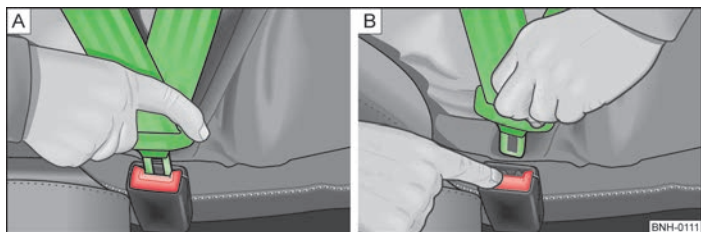

Abb. 79 Sicherheitsgurt anlegen / ablegen
- Die Schlosszunge in das zum Sitz gehörende Gurtschloss » Abb. 79 - [A] stecken, bis diese hörbar einrastet.
- Die rote Taste im Gurtschloss » Abb. 79 - [B] drücken, die Schlosszunge springt heraus.